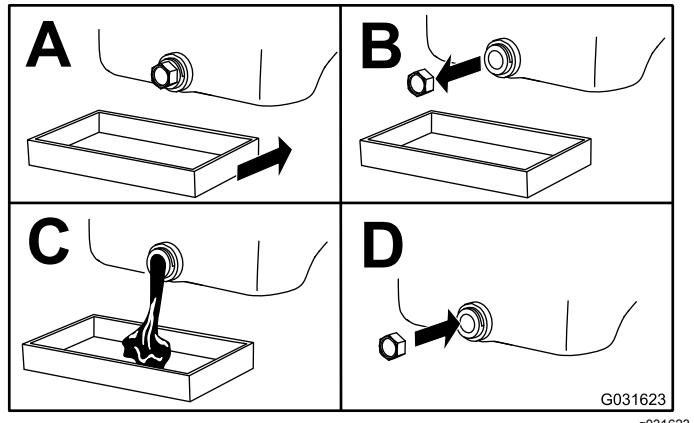

Figura 32
3. Cambie el aceite (Figura 32).